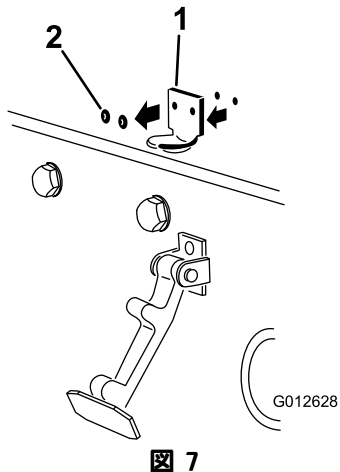

図 7
2. フードラッチブラケットをフードに固定しているリベット (2本) を外す (図 7)。フードからフード・ラッチ・ブラケットを取り外す。